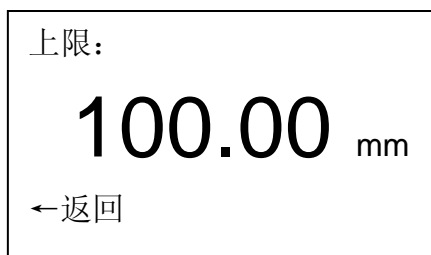

图 23 设置上限
- e. 用↑或↓键设置下限值，设置好后按←键进入上限设置（如图 23）。若不需要设置上限值，则按 **MODE** 键返回。